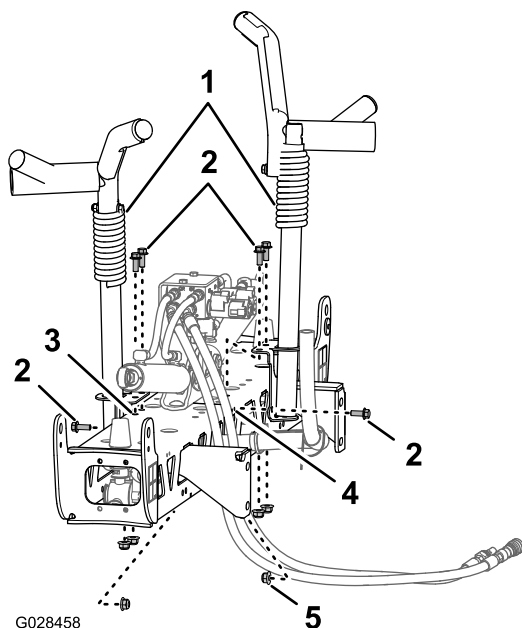
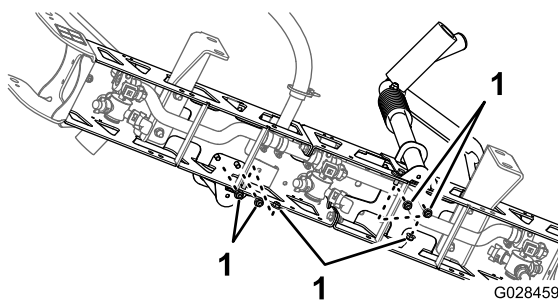

図 27
図 28
- 移動走行用ブームクレードルをセンターブームに合わせる (図 27)。
3. ボルト $\frac{3}{8}$ x 1" 6本とフランジナット $\frac{3}{8}$ " を使用して、クレードルをブームに固定する 図 27 と 図 28。